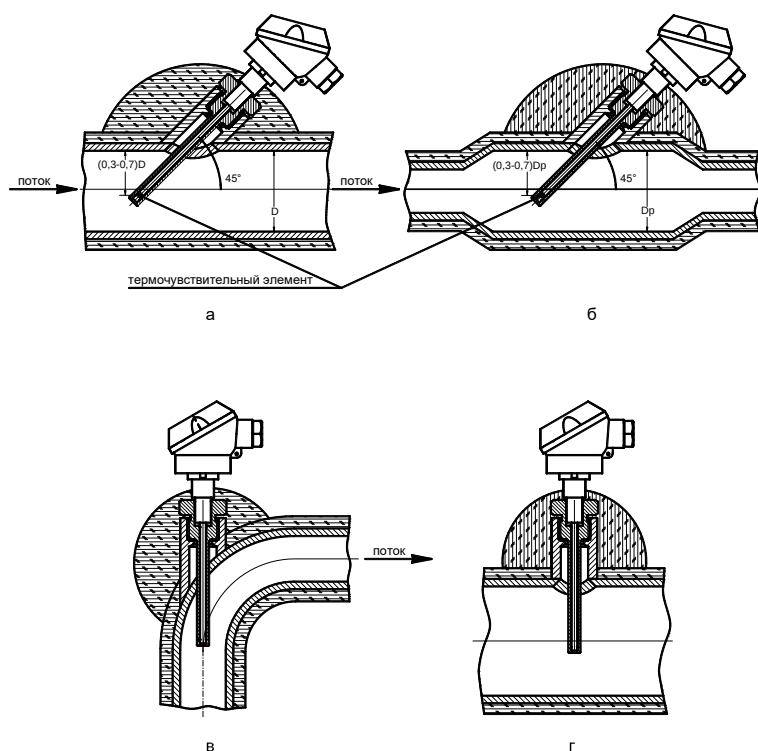

Рисунок 8.8 Рекомендуемые варианты установки термопреобразователей на трубопроводе
8.4.1 В выбранном месте установки ТС в верхней части трубопровода делается отверстие под защитную гильзу. Глубина погружения чувствительного элемента ТС должна быть $(0,3-0,7)D$, где D – внутренний диаметр трубопровода (рисунок 8.8 а).
8.4.2 Если диаметр чувствительного преобразователя ТС превышает $0,13D$, то допускается при установке ТС применять расширитель (рисунок 8.8 б), где D_p – внутренний диаметр расширителя.